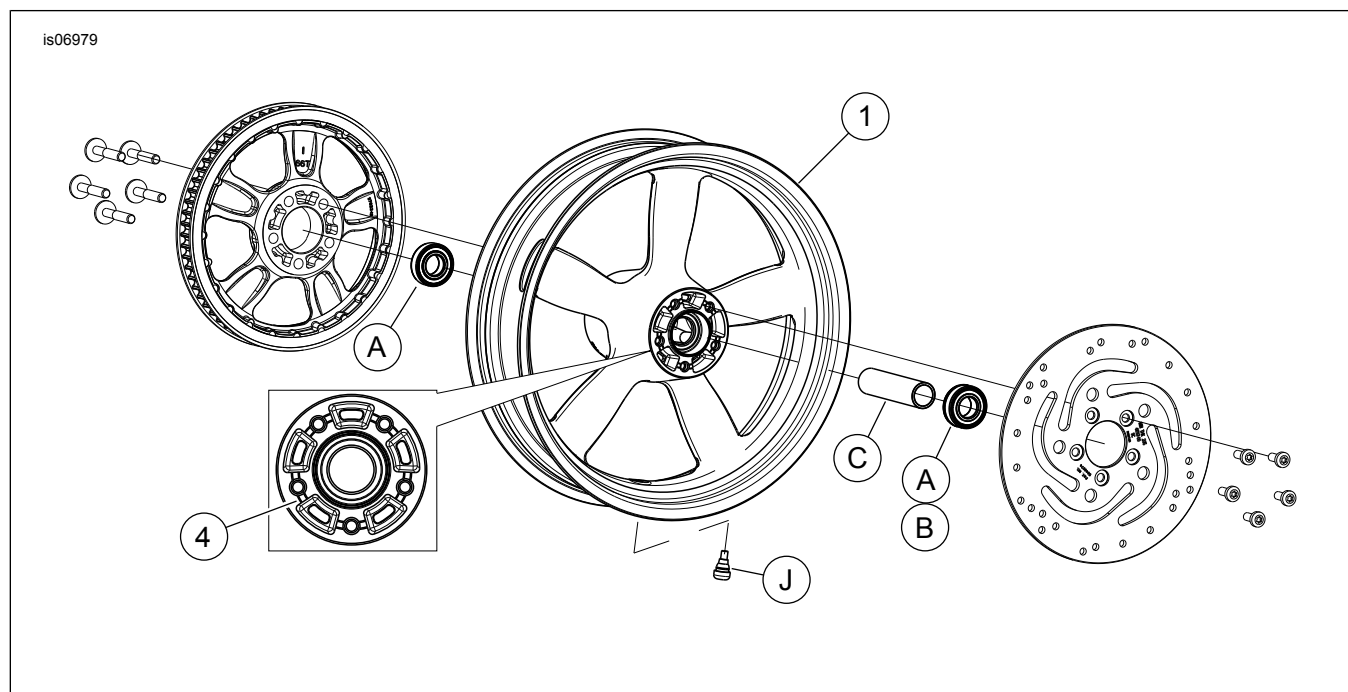

Figura 1. Parti di ricambio: Ruota posteriore Vapor (mostrata ruota da 17 pollici)
Vedere Figura 1 e Tabelle delle parti di ricambio.
2. Vedere Figura 1. Installare il gruppo dello stelo della valvola (J) sulla ruota. Vedere il manuale di manutenzione.